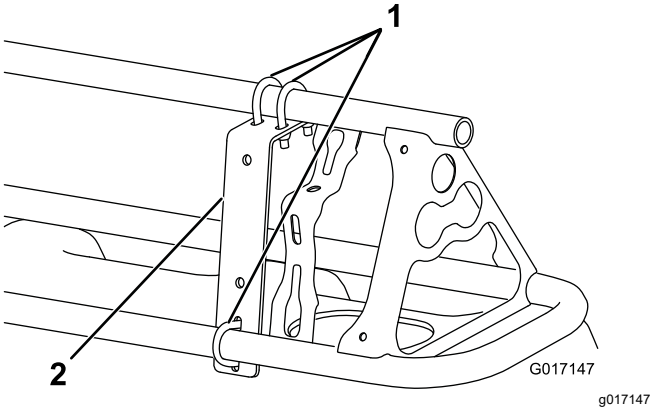
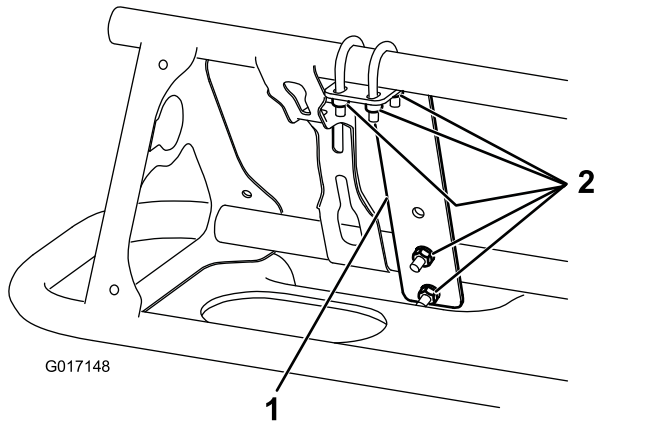

Figura 14
Figura 15
1. Instale un soporte de montaje en el lado delantero de cada brazo, cerca de la boquilla exterior (Figura 14 y Figura 15) con 3 pernos en U y 6 contratuercas (1/4").